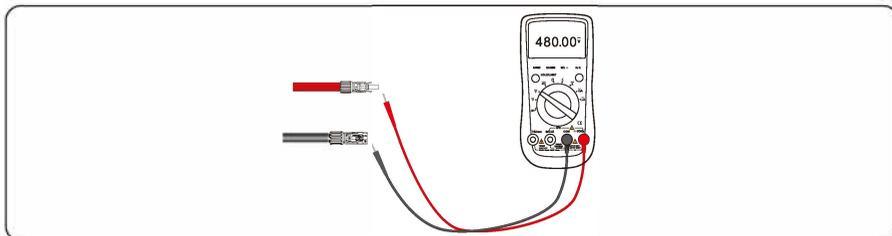

Figura 5.16 Verificando a voltagem de cada String do percurso
Passo 5 Meça a voltagem de cada string utilizando um multímetro. Certifique-se de que as polaridades dos cabos de alimentação de entrada CC estão corretas, conforme mostrado na Figura 5.16.